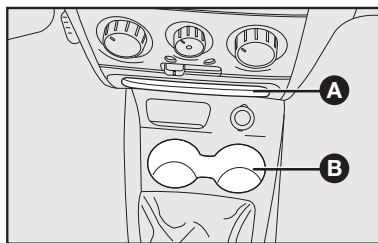

fig. 81
No console central existem duas sedes para colocar, com o veículo parado, copos ou latinhas **B**—**fig. 81**.
- na parte central do painel **A**—**fig. 81**.